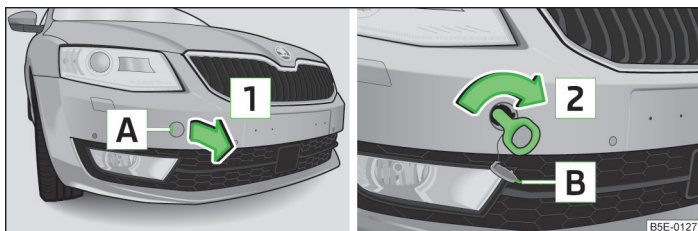

Fig. 197 Pare-chocs avant : Démontage du capuchon/montage de l'œillet de remorquage
- Vissez l'œillet de remorquage manuellement à fond dans le sens de la flèche **2** » fig. 197 » **!**.
- Appuyez sur le cache au niveau de **A** » fig. 197.